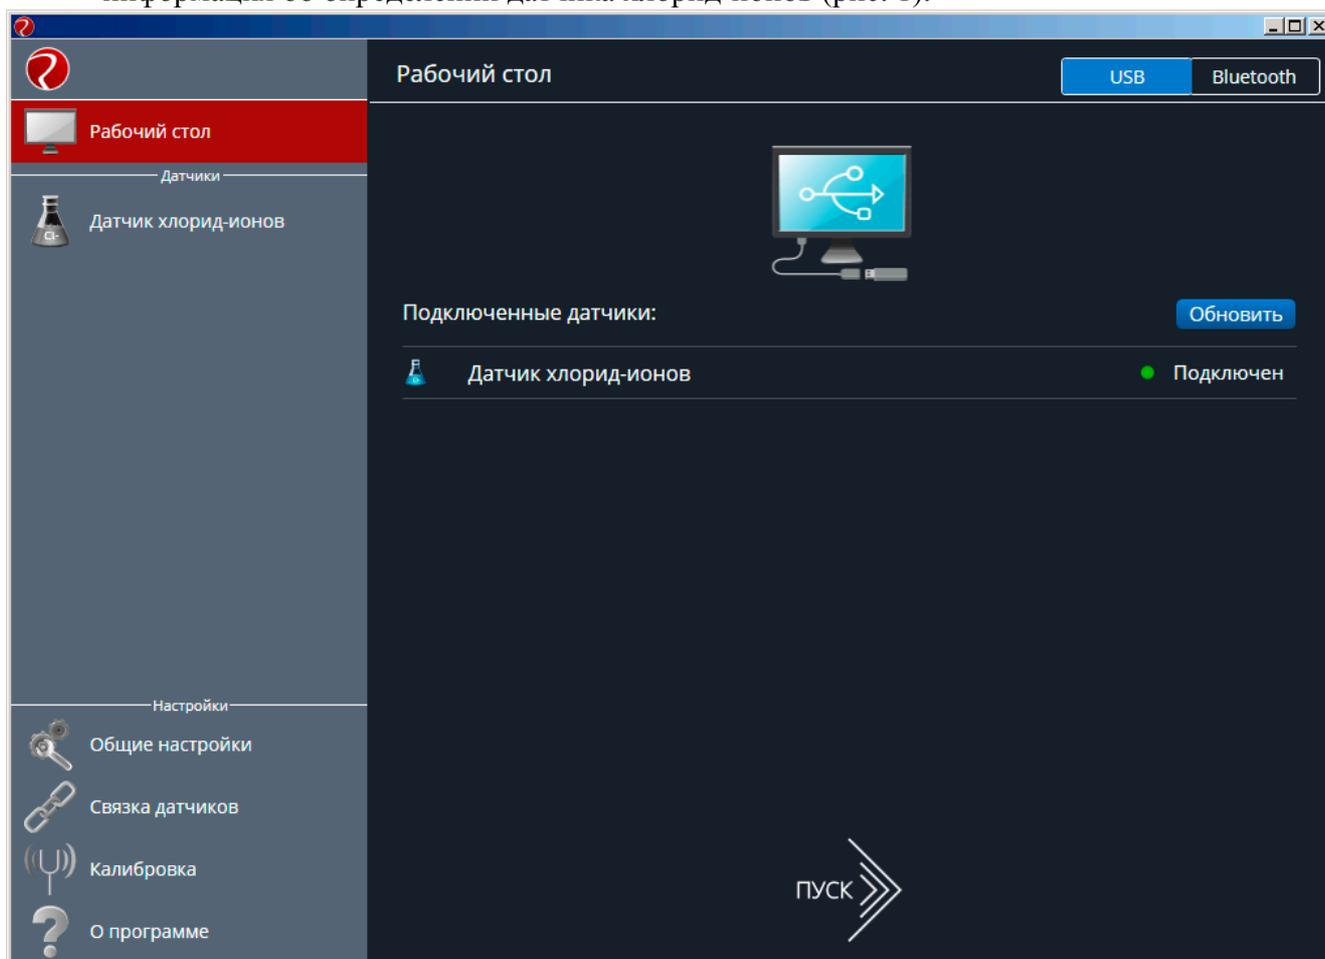

Рисунок 1 – Начальное окно работы Releon Lite 3.
- 2) Запустить программу Releon Lite 3. На первом экране программы должна отображаться информация об определении датчика хлорид-ионов (рис. 1).